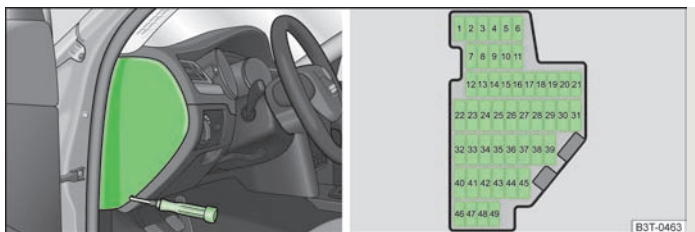

Abb. 186 Abdeckung des Sicherungskastens / Schematische Darstellung des Sicherungskastens
- Die Abdeckung des Sicherungskastens mithilfe eines Schraubendrehers abnehmen » Abb. 186.